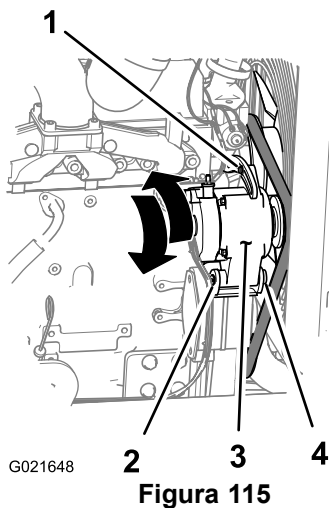

Figura 115
3. Afloje la tuerca y el perno del punto de pivote del alternador (Figura 115).
4. Afloje el perno de ajuste del alternador (Figura 115).
5. Separe el alternador del motor para incrementar la tensión de la correa; acerque el alternador al motor para disminuir la tensión de la correa (Figura 115).
6. Apriete el perno de ajuste del alternador (Figura 115).
8. Si la tensión de la correa es correcta, apriete el perno y la tuerca en el punto de pivote del alternador (Figura 115); si no, repita los pasos 4 a 7.